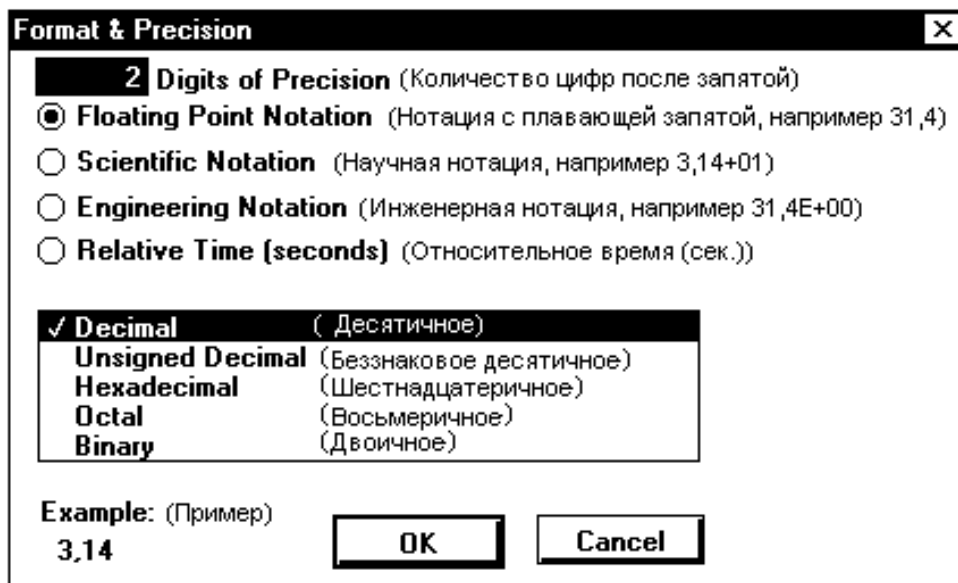

Рисунок 3.7. Форма ввода “Format & Precision”
3. “Format & Precision” (“Формат представления и точность”) позволяет варьировать формой представления отображаемых числовых значений (см. рисунок 3.7).